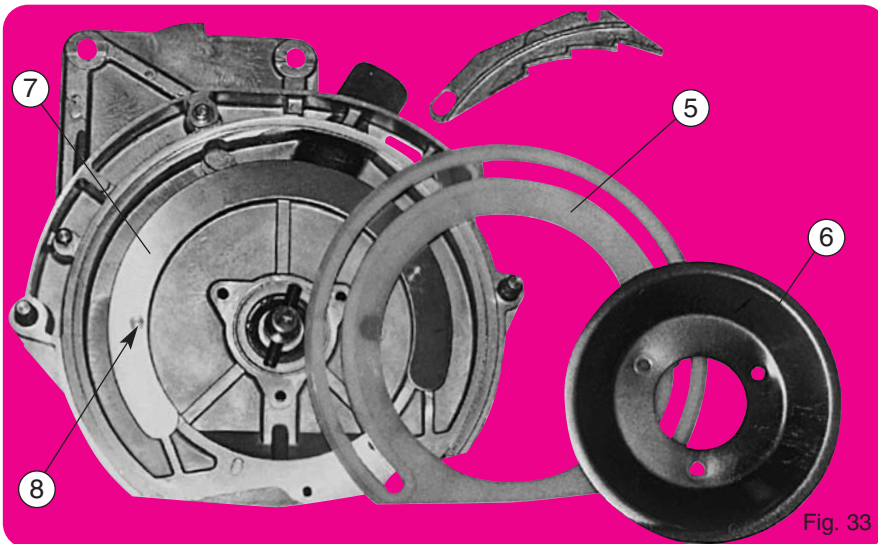

Fig. 33
La couronne plastique de frottement (5) sur laquelle tourne le disque doit être plane et en bon état. A titre indicatif, en conditions normales d'utilisation, son remplacement ne devrait être nécessaire qu'après 500 à 1000 ha. Maintenu extérieurement dans une gorge et bloquée par la cuvette (6) et ses 3 boulons, la nouvelle couronne devra être positionnée avec attention en prenant soin à ce que les crans du secteur d'appui (7) (fig. 33) et de la couronne soient bien en place dans leur logement.
The wear gasket is positioned externally in a groove and held by the cup. (6) Its 3 bolts should be positioned with care making sure that the stub (fig. 33) of the wear gasket is properly positioned in the hole of the housing.
Der neue Kranz ist äußerlich in einer Rille befestigt und durch die Schale (6) und durch 3 Schrauben befestigt. Dabei ist darauf zu achten, daß die Raster des Stützringes (Abb. 33) und des Kranzes richtig in ihrem entsprechen Sitz eingelegt sind.
De nieuwe slijtring wordt aan de buitenkant vastgehouden in een sleuf en met een holle plaat (6) en drie bouten vastgezet. Let er bij het plaatsen goed op dat de inkepingen van de steunring (7) (fig 33) en de slijtring goed in de uitsparingen van het zaaiehuis passen.